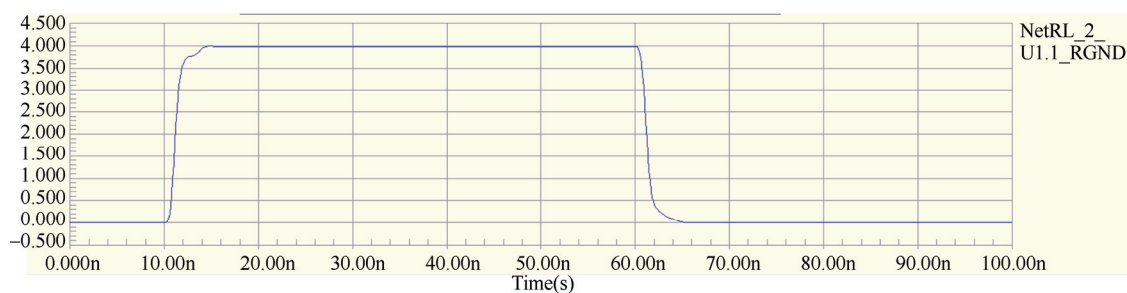

图 12-43 有补偿 RL 反射信号波形
(6) 单击 **Reflection Waveforms...** 按钮，进行扫描显示，相应的结果波形如图 12-43 所示。